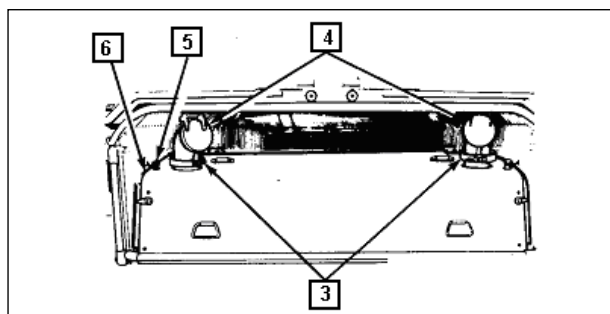

Fig 11-26. Remoção dos exaustores e do escudo do motor
(d) remover as conexões dos exaustores (3) e os exaustores (4) (Fig 11-26);
(e) girar os reténs (5) em 180° e remover o escudo do motor (Fig 11-26);